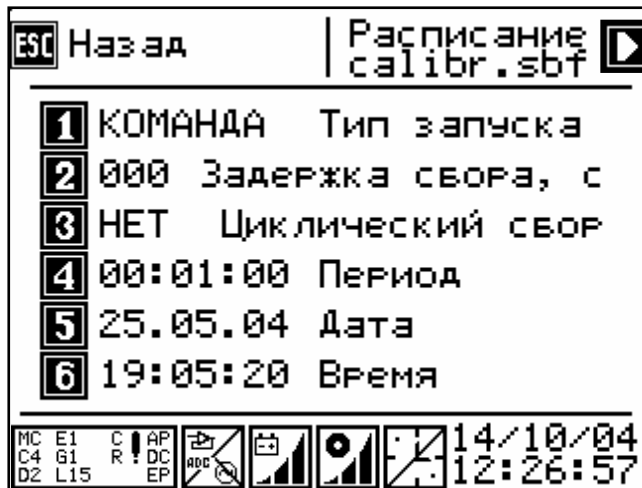

Рисунок 6.7
- кнопка **→** – переход к меню установки дополнительных параметров (рисунок 6.7);
6.1.9 Во втором окне находится меню установки дополнительных параметров (рисунок 6.7). В данное меню переход осуществляется по кнопке **→** меню на рисунке 6.6 или последовательным нажатием кнопок **3** - **→** из главного меню.
Описание работы кнопок клавиатуры (рисунок 6.7):
- кнопка ESC – вернуться в предыдущее меню (рисунок 6.7);